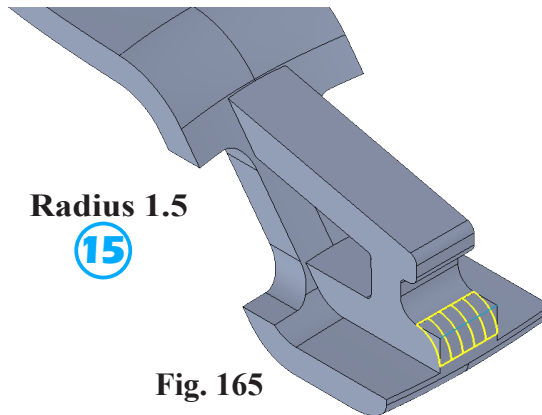

Fig. 165
- ⑮ Radius  1.5
click edge top (1), Fig. 165